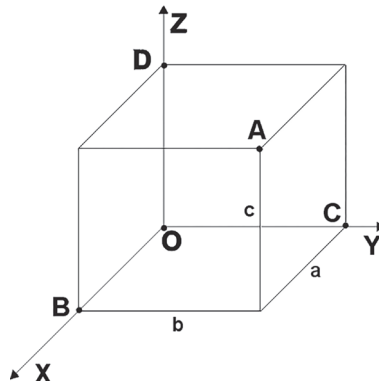

Рис. 3.21. Декартова система координат
- Декартова — координаты интерпретируются как значения  $a$ ,  $b$ ,  $c$  по взаимно перпендикулярным осям координат X, Y и Z соответственно (рис. 3.21).